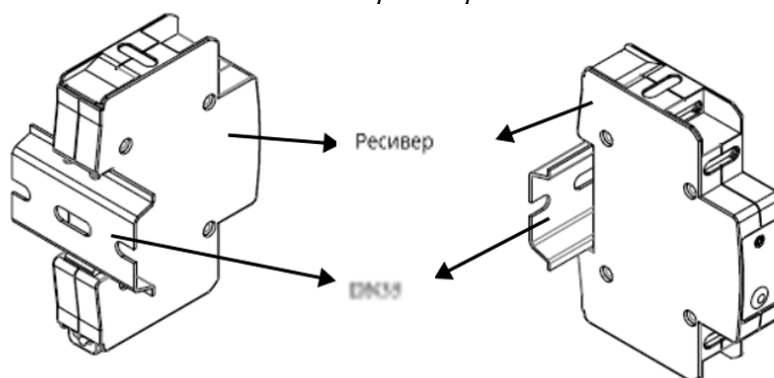

Рис. 4. Монтаж ресивера
3. Надежно установить ресивер на DIN-рейке (DN35) – см. Рис.4.